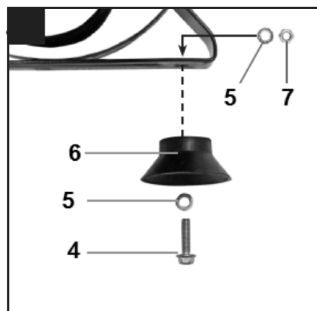

Рис. 3
- Установите на компрессор опорные ножки (рис. 3).